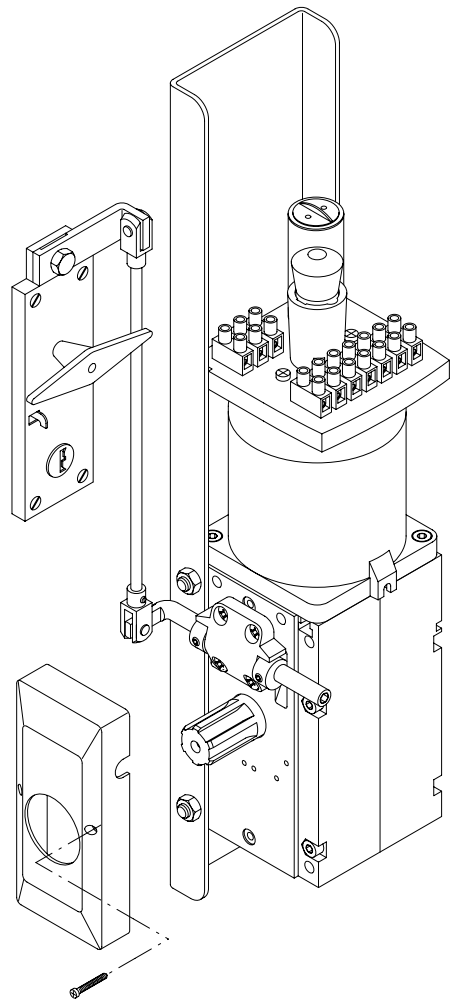

Fig.12
7.2 Sblocco interno - esterno a maniglia con chiave personalizzata (fig. 12).
### 7.2 Handle internal - external release with personalized key (fig. 12).